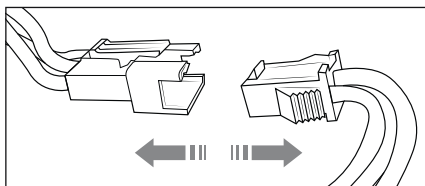

Fig. 14
- 2) Desconecte la conexión de la batería (consulte las figs. 14) y retire la batería del compartimento de la batería.